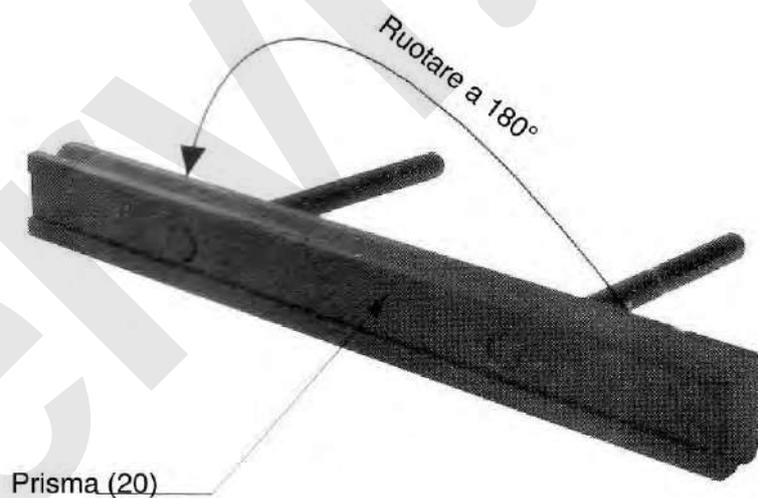

Figura 6 - Prisma
3. Estrarre il prisma fuori dalla base . Spingere il prisma fuori dal fine corsa (22)
4. Ruotare il prisma di 180° per utilizzare il raggio opzionale, come da Figura 6.